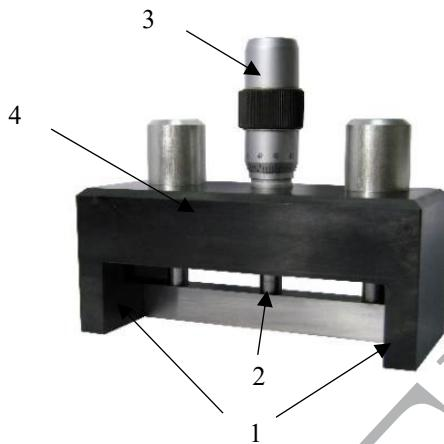

Рисунок 1 – Внешний вид аппликатора
1.3.1 Аппликатор имеет две опорные базы (поз. 1, рисунок 1) и пластину (поз.2, рисунок 1). Основания опорных баз и пластина образуют прямоугольный паз. Пластина перемещается плоскоперпендикулярно. Микрометрическая головка (поз. 3, рисунок 1), установленная на крышке (поз.4, рисунок 1), позволяет регулировать величину глубины прямоугольного паза.